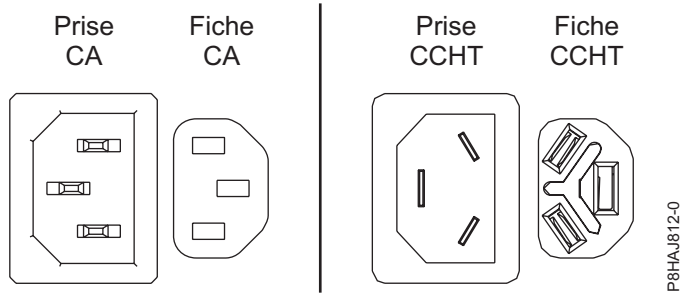
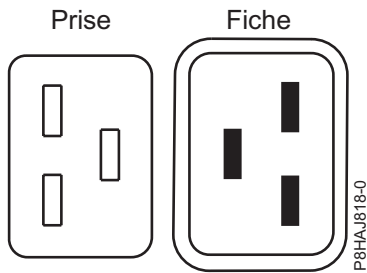
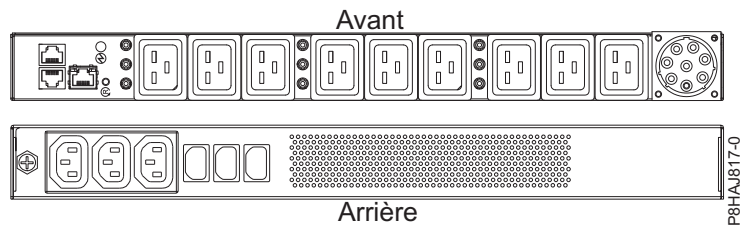

Figure 18. Connecteurs CA et CCHT
Figure 19. Connecteurs pour le système 8408-44E
Figure 20. Unité d'alimentation pour le système 8408-44E
La figure 18, à la page 40 représente les connecteurs pour courant alternatif (CA) et courant continu haute tension (CCHT) pris en charge. Les figure 19, à la page 40 et figure 20, à la page 40 illustrent les connecteurs et l'unité d'alimentation (PDU) pris en charge pour le système 8408-44E.